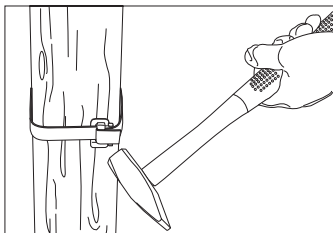
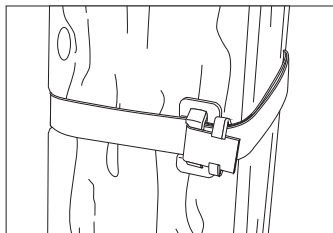

Рисунок 10
Рисунок 11
3.7 При помощи молотка загните оставшийся в скрепе кусок ленты (рисунок 10), а затем загните «усы» скрепы (рисунок 11).